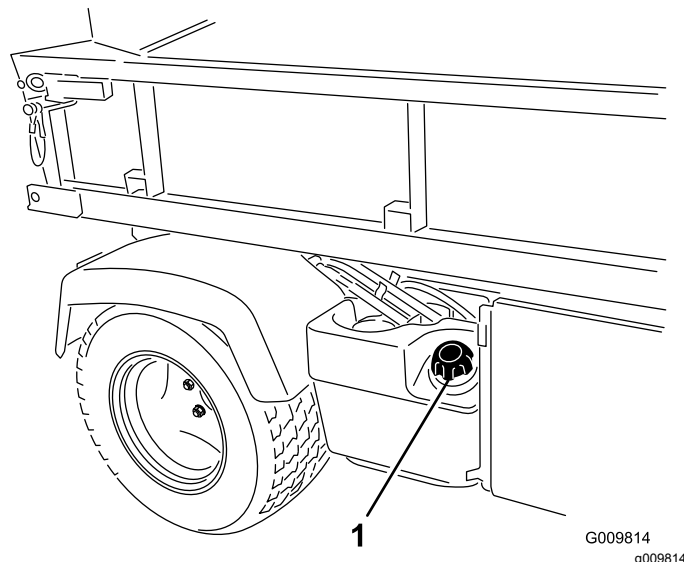

Рисунок 14
2. Снимите крышку топливного бака (Рисунок 14).